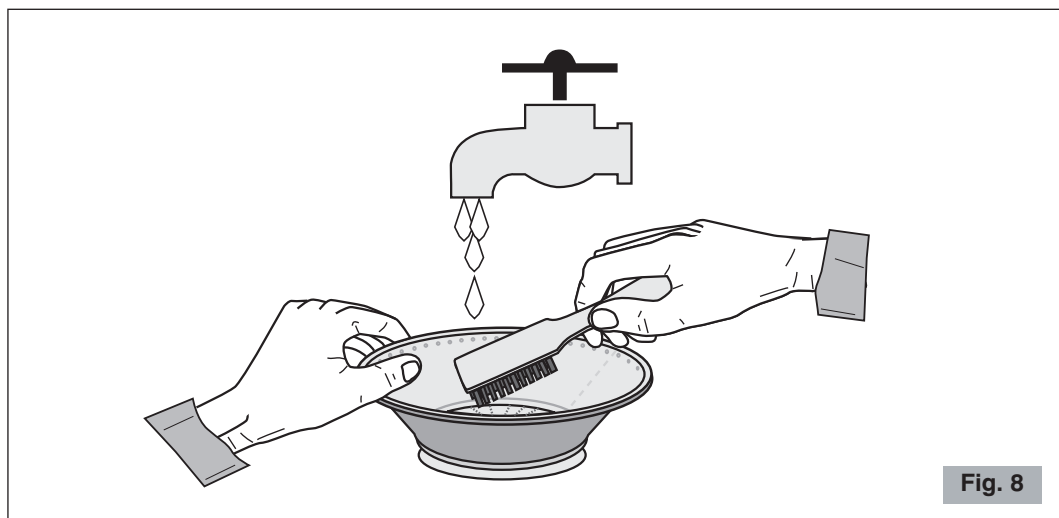

Fig. 8
- Per ottenere una più alta resa di succo assicurarsi sempre che il cestello sia pulito accuratamente utilizzando una spazzola in nylon. Utilizzando questa spazzola, tenere il cestello sotto al rubinetto e spazzolare la parte interna del setaccio (vedi Fig. 8), controllare poi in controluce che non ci siano fori del setaccio ostruiti. Se dovessero esserci fori ostruiti, immergere il cestello in una soluzione di acqua calda con il 12% di succo di limone o aceto in maniera da liberare i fori. In alternativa lavare il cestello in lavastoviglie.